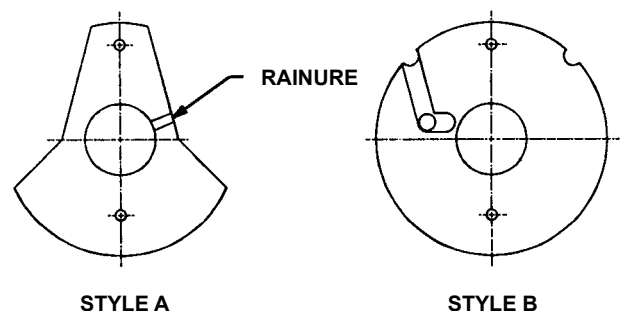

FIGURE 22
**PLATEAU D'EQUILIBRE** – Si la plateau est séparé du support et ressemble au style A de la **Figure 22**, il peut être inversé. La rainure doit raccorder l'orifice de refoulement à l'alésage de la douille. Si la rotation est inversée, le plateau est retourné (non pivoté) et la rainure est invisible mais fonctionne correctement. Si le plateau est similaire au Style B, il n'est PAS réversible et un nouveau plateau est nécessaire.